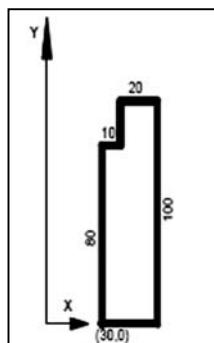

Рис. 7.19.
4. Начертить заготовку для вращения (рис. 7.19), используя команду «ПЛИНИЯ». Контур замкнуть при помощи опции «Закрыть».